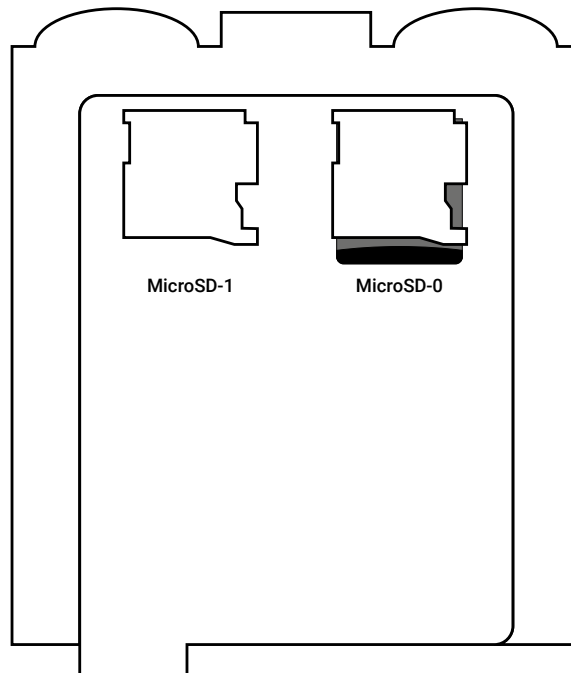

Figura 3. La scheda del dispositivo
8. Per utilizzare l'apparecchio in rete VPN è necessario inserire il file "vpn.json"2 con le impostazioni corrette connessioni su un disco esterno, installabile in uno slot MicroSD-1 (vedi figura 3).
Per la configurazione manuale delle impostazioni di rete (indirizzo IP, gateway, maschera, DNS) posizionare il file "network.json"4 su un disco esterno, installabile in uno MicroSD-1 slot (vedi figura 3).
Per cambiare la porta di connessione e la velocità della porta COM posizionare il file “MOST\_RS232.json”5 su un disco esterno, installabile in uno MicroSD-1 slot (vedi figura 3). Prima di questo, aprire il file con qualsiasi editor di testo (ad esempio Notepad) e cambiare il numero di porta desiderato (parametro "tcp\_port") e la velocità (parametro "modem\_speed").